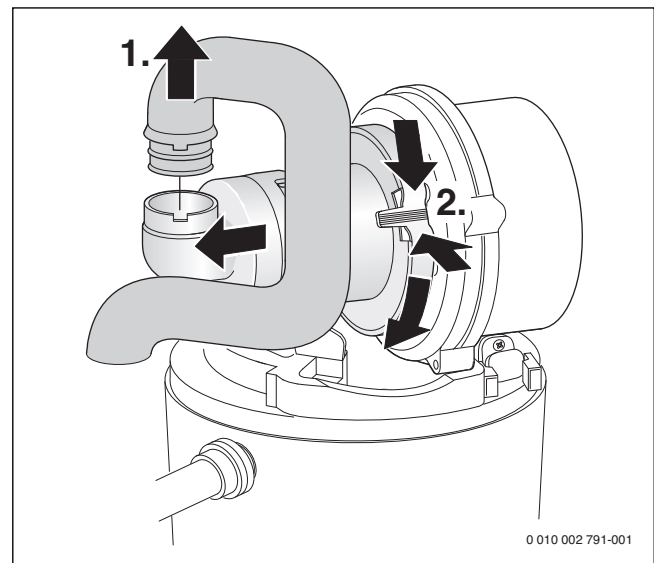

Bild 48 Saugrohr und Mischeinrichtung ausbauen
- ▶ Mischeinrichtung ausbauen (→ Bild 48).